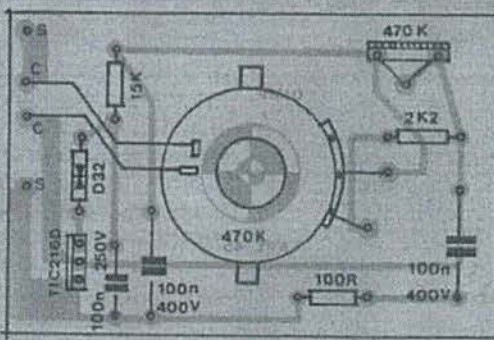

Fig.3
- 4-D - Vista do lado não cobreado (onde estão os componentes) da placa, com o potenciômetro colocado (notando-se as "abinhas abertas" para perfeita acomodação da peça...), e apresentando a opção de utilização de potenciômetro sem chave, caso em que os pontos "C-C" da placa deverão ser interligados por um simples jumper (pedaço de fio isolado, não muito fino, interligando os ditos pontos...). Tornamos a afirmar que é melhor usar um potenciômetro com chave (ligações conforme mostradas na fig. 3), porém é possível a aplicação de um controle sem chave, com a ressalva indicada no presente diagrama...